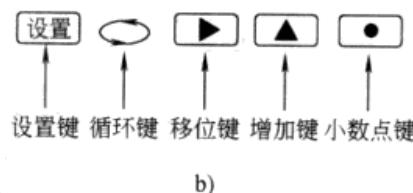

图 202 ZW6433A/ZW6433B 外形与按键
②技术参数（表 85）
(2) 外形与按键（见图 202）
①按键说明